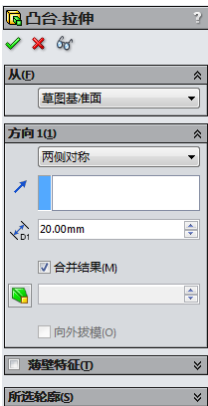

图 4-74 “拉伸”属性管理器
**19** 拉伸实体。在菜单栏中选择“插入”→“凸台/基体”→“拉伸”命令, 此时系统弹出如图 4-74 所示的“拉伸”属性管理器。在“终止条件”一栏的下拉菜单中用光标选择“两侧对称”选项; 在“深度”一栏中输入 20mm, 单击属性管理器中的“确定”图标按钮.